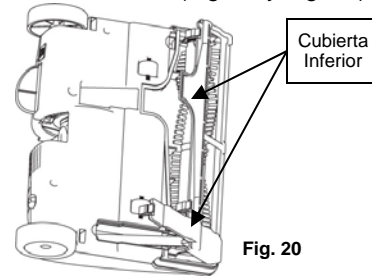
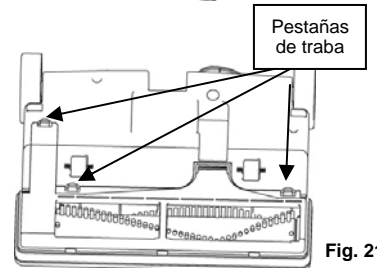

Fig. 20
Fig. 21
2. Presione hacia abajo las tres pestañas de traba. Esto liberará la cubierta inferior. (Fig. 20 y Fig. 21)